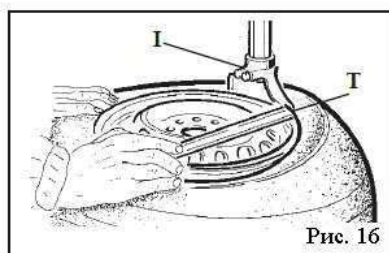

Рис. 16
- With the lever (T) inserted between the bead and the front section of the mounting head (I), move the tyre bead over the mounting head. **Note:** In order to avoid damaging the inner tube, if there is one, it is advisable to carry out this operation with the valve about 10 cm . right of the mounting head. (Fig. 16)
- С помощью монтировки (Т), расположенной между бортом и передней частью монтажной головки (I), переместите борт шины в положение над монтажной головкой (Рис. 16). **Примечание:** Во избежание повреждения находящейся внутри камеры, если таковая имеется, советуем провести эту операцию при вентиле, расположенном приблизительно в 10 см справа от монтажной головки.